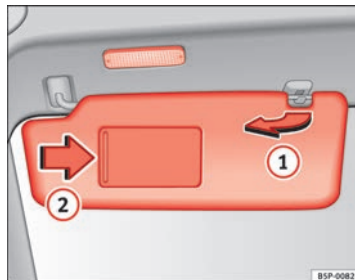

Fig. 84 Parasol del lado del conductor
Los parasoles del conductor y del acompañante pueden extraerse de sus soportes centrales y girarse hacia las puertas ⇒ fig. 84 (1).